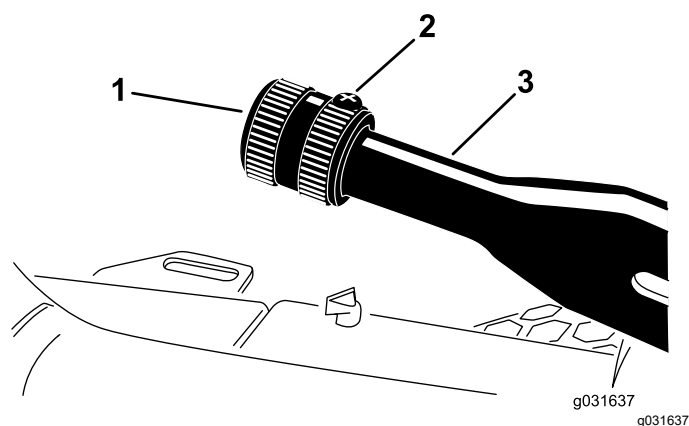

Figure 61
1. Desserrez la vis de fixation du pommeau sur le levier du frein de stationnement (Figure 61).